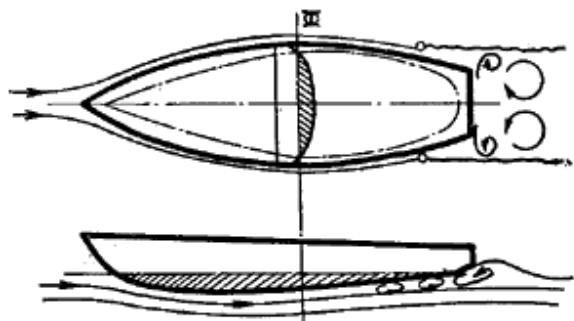

Рис. 84. Образование вихрей у поверхности корпуса яхты
**Сопротивление формы** объясняется возникновением завихрений при обтекании корпуса водой. Эти завихрения (**рис. 84**) образуются на кривых участках корпуса, а также около выступающих частей (киль, рули, пазы обшивки и пр.). Сопротивление формы, как и волновое сопротивление, зависит от обводов корпуса, а также от соотношения его размеров. Чем плавнее линии, по которым вода обтекает корпус, и чем меньше на нем выступающих частей, тем меньше и сопротивление формы.